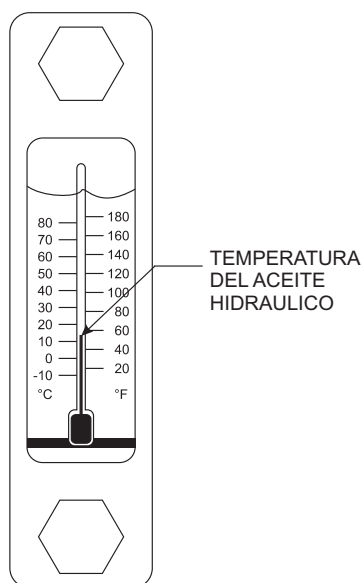

Figura 29. Medidor de la temperatura del aceite hidráulico
- Permita el ciclo de la bomba hasta que la temperatura del aceite hidráulico (Figura 29) sea de aproximadamente 50° a 60° F.